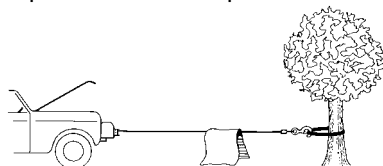

Figura 4
10. Es una buena idea poner una frazada pesada o abrigo sobre el cable metálico cerca del extremo del gancho al tirar de cargas pesadas (Figura 4). Si falla el cable metálico, la tela actuará como atenuador y evitará que el cable metálico latigue. Levante la capota del motor del vehículo para aumentar la protección.